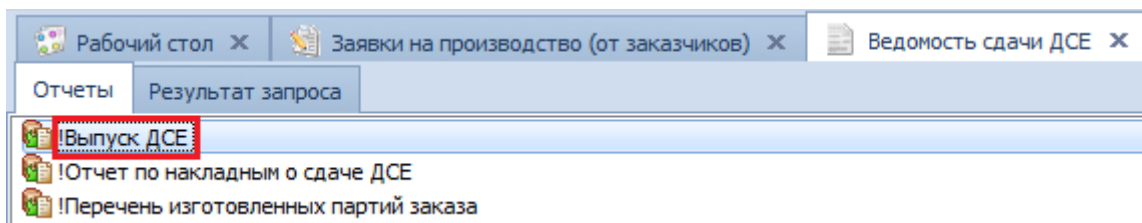

Рисунок 17. Пример выбора отчёта
2.6. На вкладке «Отчеты», а списке выбрать отчёт, который необходимо сформировать — например, «!Выпуск ДСЕ» и выделить его (рис. 17).